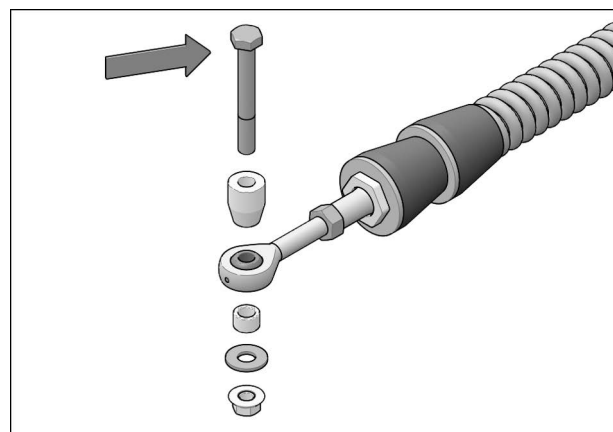

Fig. 3
- Enlever les boulons, rondelles et espaceurs des rotules des bras stabilisateurs des systèmes arrière. Fig. 3